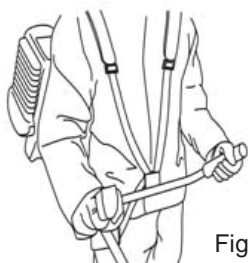

Fig.19
1. Use os suspensórios e o punho do roçador para iniciar a operação. Fig.19.